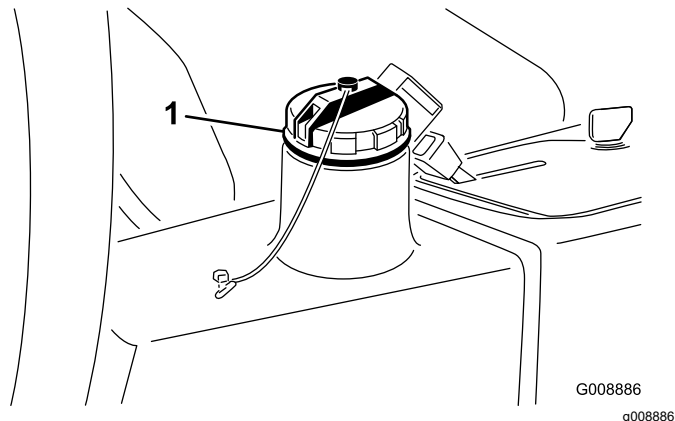

Figure 82
4. Versez environ 22,7 litres de liquide hydraulique dans le réservoir (Figure 82) ; voir Liquides hydrauliques spécifiés (page 57).